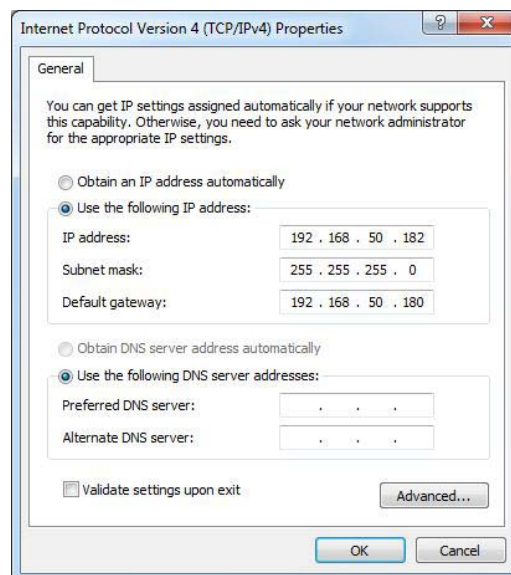

Abbildung 71: TCP/IPv4 Einstellungen
- Wählen Sie "Folgende IP-Adresse verwenden:" und geben Sie folgende Werte ein (siehe Abbildung 71):